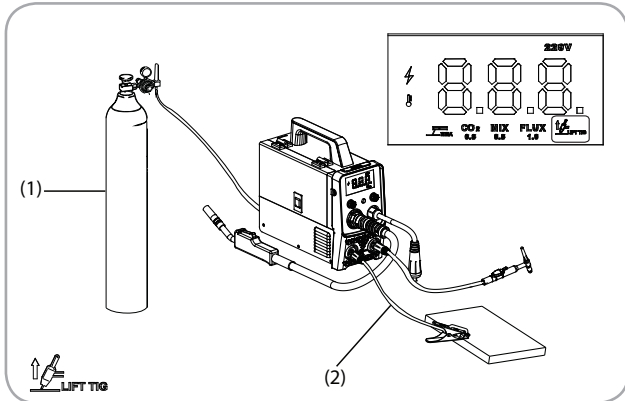

Fig.12
- Se va conecta aparatul la butelia cu gaz și se va regla debitul Fig 12 (1)
- Electrocul se va monta la terminalul pozitiv Fig 12 (2)